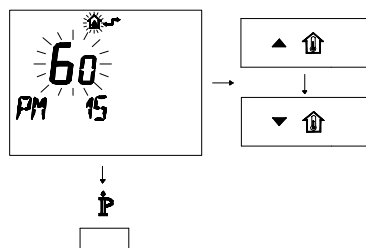

Figura 5.38
- Modificare il SET programmato agendo sui pulsanti \blacktriangle \uparrow o \blacktriangledown \uparrow fino a visualizzare un **set di 60**, aspettare che il numero programmato cominci a lampeggiare (Figura 5.38)